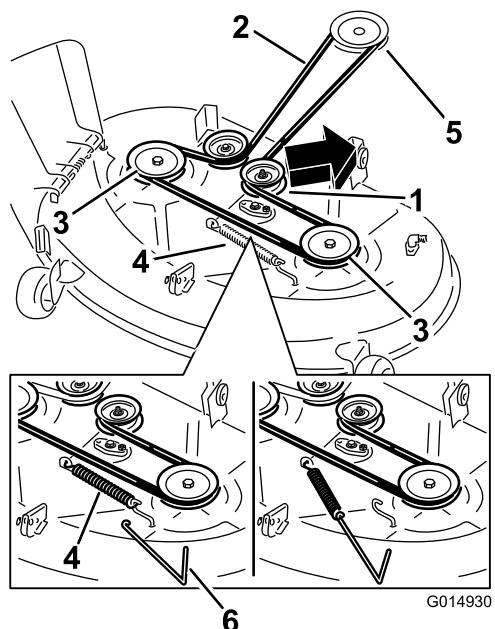
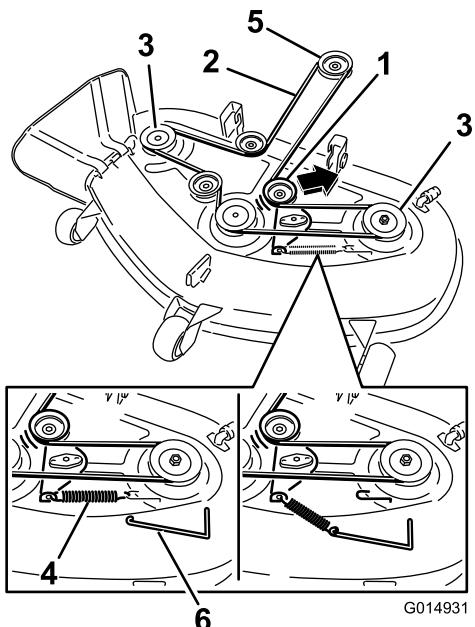

Figure 59
Figure 60
4. À l'aide d'un outil de dépose de ressort (réf. Toro 92-5771), décrochez le ressort du crochet sur le tablier pour éliminer la tension sur la poulie de tension et déchaussez la courroie des poulies (Figure 59 et Figure 60).
5. Acheminez la courroie neuve autour de la poulie du moteur et des poulies du tablier de coupe (Figure 60).
6. À l'aide d'un outil de dépose de ressort (réf. Toro 92-5771), accrochez le ressort au crochet situé sur le tablier; cela a pour effet d'exercer une tension sur la poulie de tension et la courroie du tablier de coupe (Figure 59 et Figure 60).